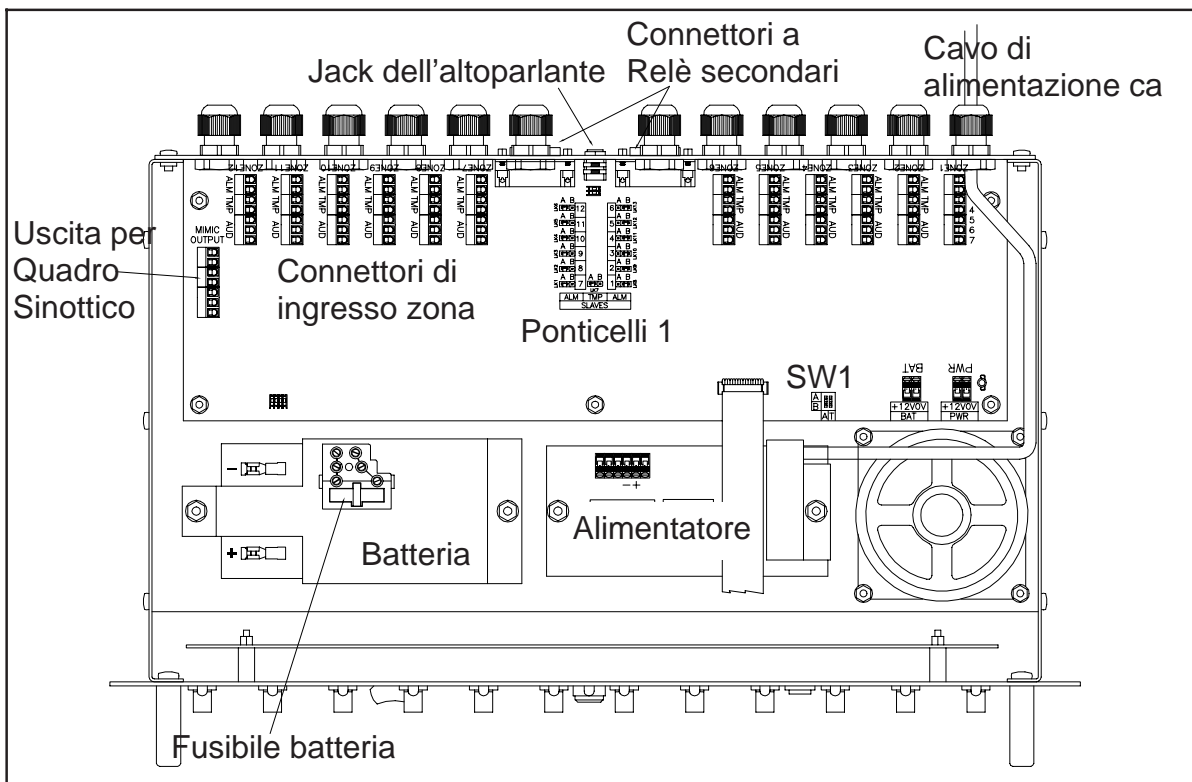

Figura 5
In aggiunta ai controlli dell'operatore esterno e agli indicatori, ci sono anche dei controlli e delle opzioni a ponticello fornite all'interno del contenitore dell'unità che determinano alcuni aspetti del funzionamento del sistema. Si veda la Figura 5.
3. Identificare il blocco terminali smontabile per la zona 1 sul lato destro della scheda madre e toglierlo con attenzione dai pin della scheda. Si veda la Figura 5.
Si veda la Figura 5.
Lo switch SW1 situato vicino al lato destro della scheda madre ha due interruttori separati. Si veda la Figura 5 per la posizione dello switch. L'interruttore di sinistra controlla il metodo di rilevazione degli ingressi a relè di allarme, mentre l'interruttore di destra controlla il metodo di rilevazione degli ingressi a relè di tamper.